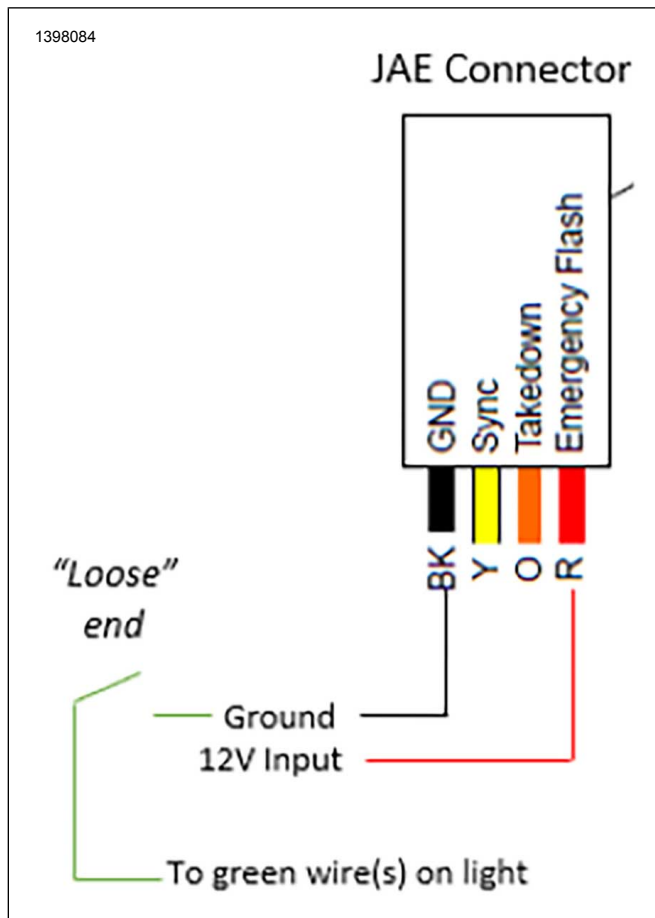

Figure 9. Configuration de la programmation des couleurs
1. Voir la figure 9. Connecter la source d'alimentation 12V au dispositif lumineux (nécessite un fil fourni par le concessionnaire).
2. Voir la figure 9. Dénuder les extrémités des fils VERTS sur le feu.